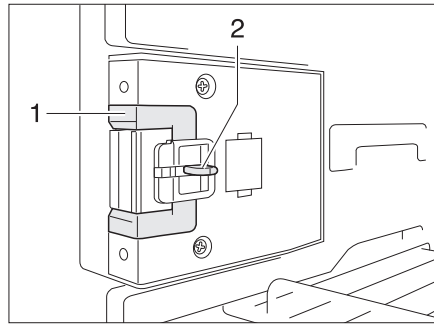
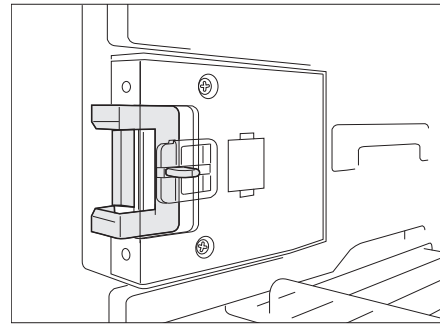

Bild 361 Verschlusseinrichtung in Normalstellung
Bild 362 Verschlusseinrichtung in Lüftungsstellung
- Die Entriegelung (Bild 361,2) eindrücken.
- Die Verschlusseinrichtung (Bild 361,1) nach vorn schieben (Bild 362).